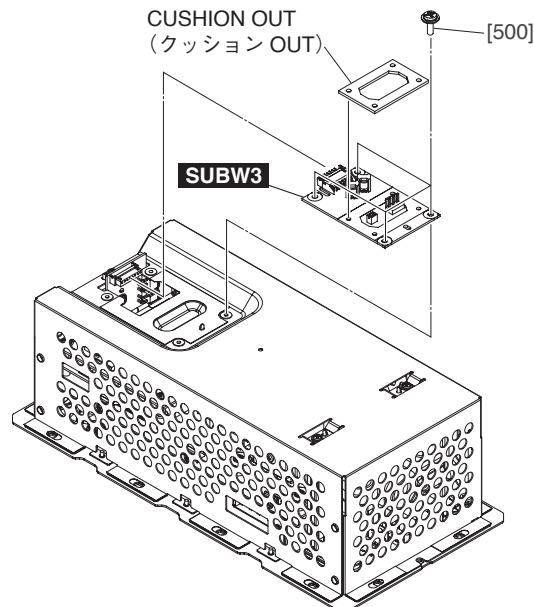

Fig. B-2 (図B-2)
B-2-2 Remove the four (4) screws marked [500]. The SUBW3 circuit board can then be removed. (Fig. B-2)
(Fig. B-2)
B-2-2 [500] のネジ 4 本を外して、SUBW3 シートを外します。(図 B-2)
- ※ クッション OUT は、SUBW3 シートの構成部品ではありません。SUBW3 シートを交換する際には、SUBW3 シートからクッション OUT を取り外して、新しいシートに取り付けてください。(図 B-2)